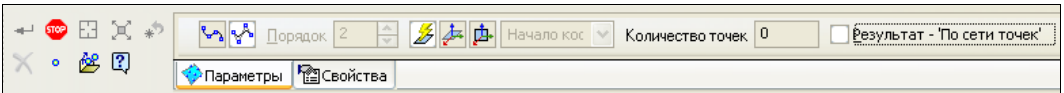

Рис. 30.14. Панель свойств: Поверхность по пласту точек
- ♦ вызовите команду **Поверхность по пласту точек** . На Панели свойств на вкладке **Параметры** (рис. 30.14):